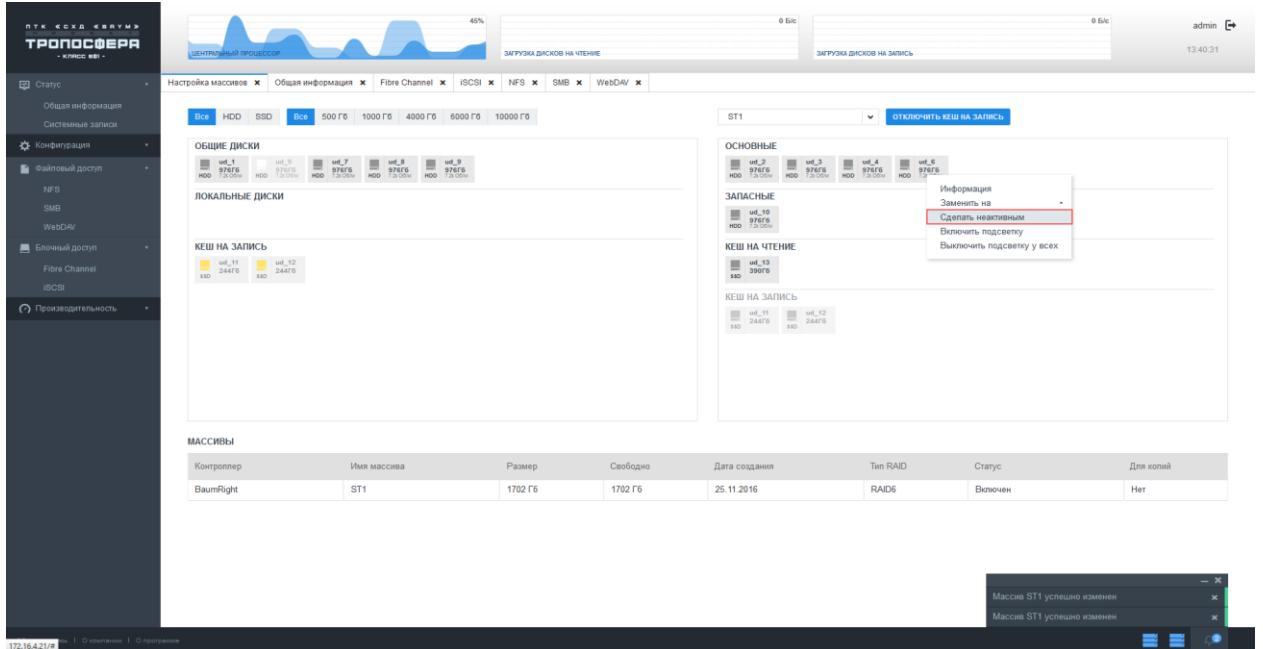

Рисунок 36 – Отключение/включение диска
- 3) В списке основных дисков массива в области «Основные» во всплывающем, по нажатию правой кнопкой мыши на нужном диске, меню выбрать пункт «Сделать неактивным» (см. Рисунок 36).